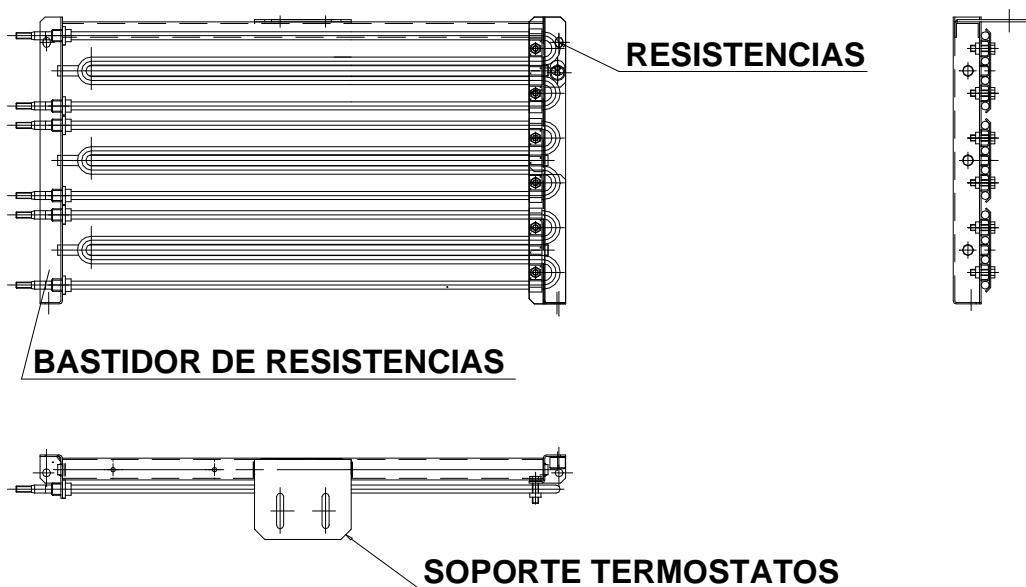

Figura A-9. Bastidor de resistencias
A.3.1.8 Bastidor de resistencias de calefacción (Figura A-9)